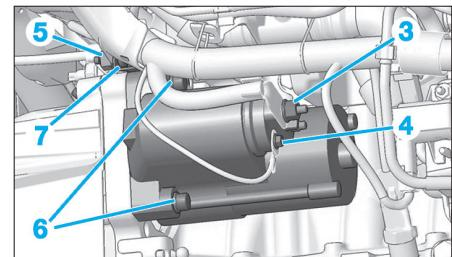

Fig. 11
- les écrous (3) et (4) (Fig.11),
- écarter le faisceau (7) électrique du démarreur.